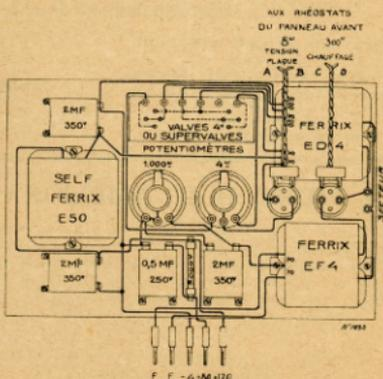

Fig. 4.
Pour supprimer la pile de poche de 4 volts, il faut réaliser le montage de la figure 4. Le potentiomètre de 1 000 ohms pourrait être monté sur le panneau avant, mais à notre
donnements par excès de tension plaque (130, 150 volts) (1). De plus, il y a intérêt certain avec ces marques de valves à utiliser le potentiomètre de 4 ohms qui permet de les chauffer différemment. La figure 4 donne ce perfectionnement. Il est inutile avec les valves Ferrix 4 volts ou les V. O. Grammont. Cela tient à ce que les premières ont le filament traité spécialement (plus grande durée, mais légère variation du débit suivant le degré d'usure) tandis que les secondes ont le filament de tungstène pur (toutes identiques, mais plus grande sensibilité au survoltage).